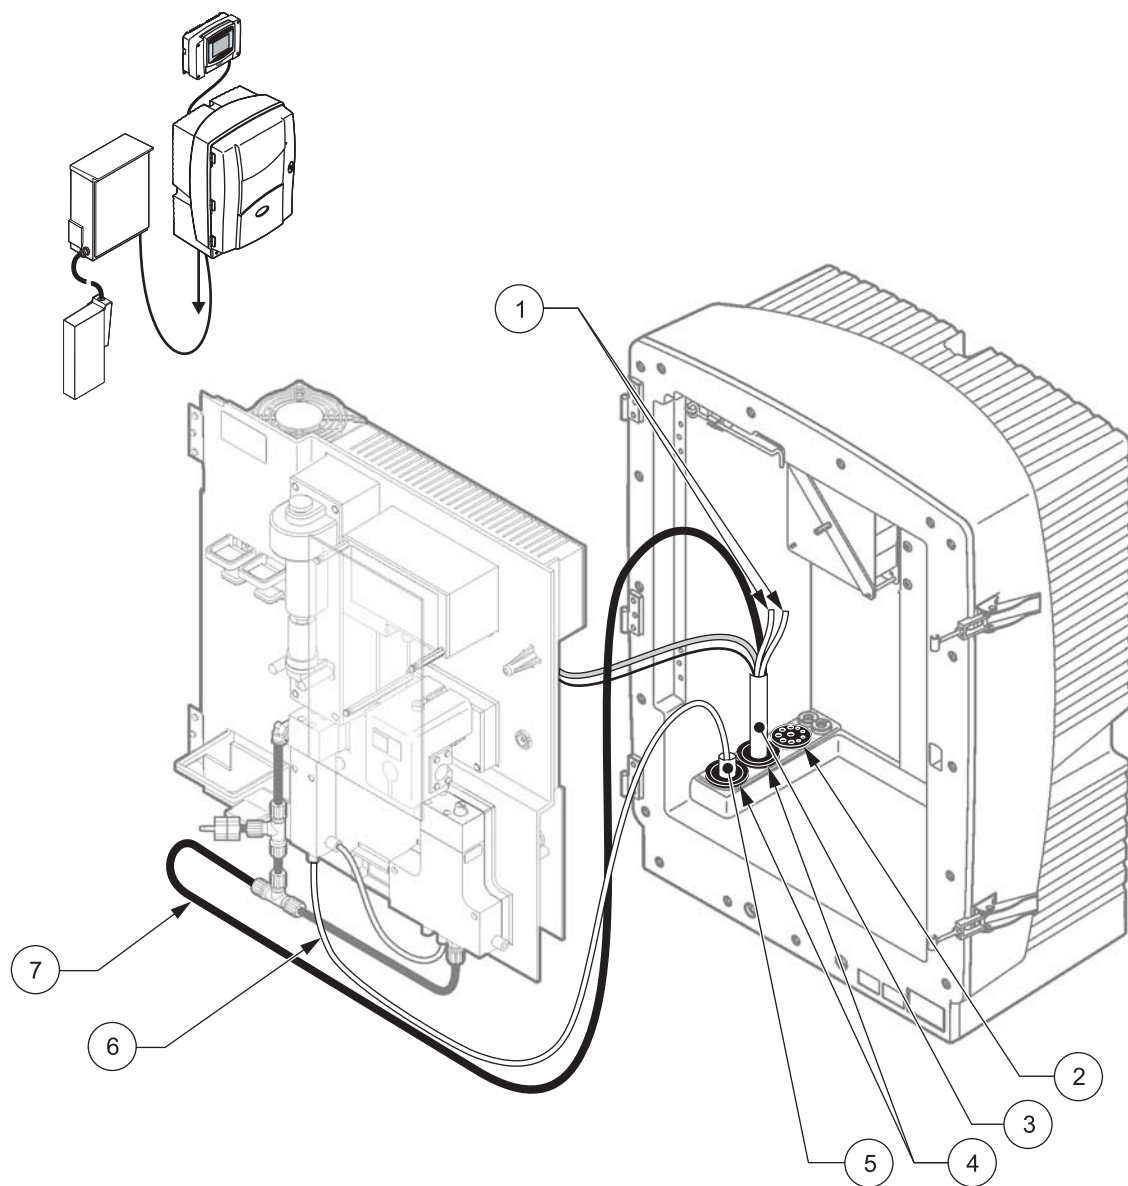

图 24 选项 3 设置
请参考图 24 以及选项 3 的以下说明：
2. 通过分析器开口从 FILTRAX 引出加热的软管（图 24，项目 5）。使用 1 号密封塞加固。